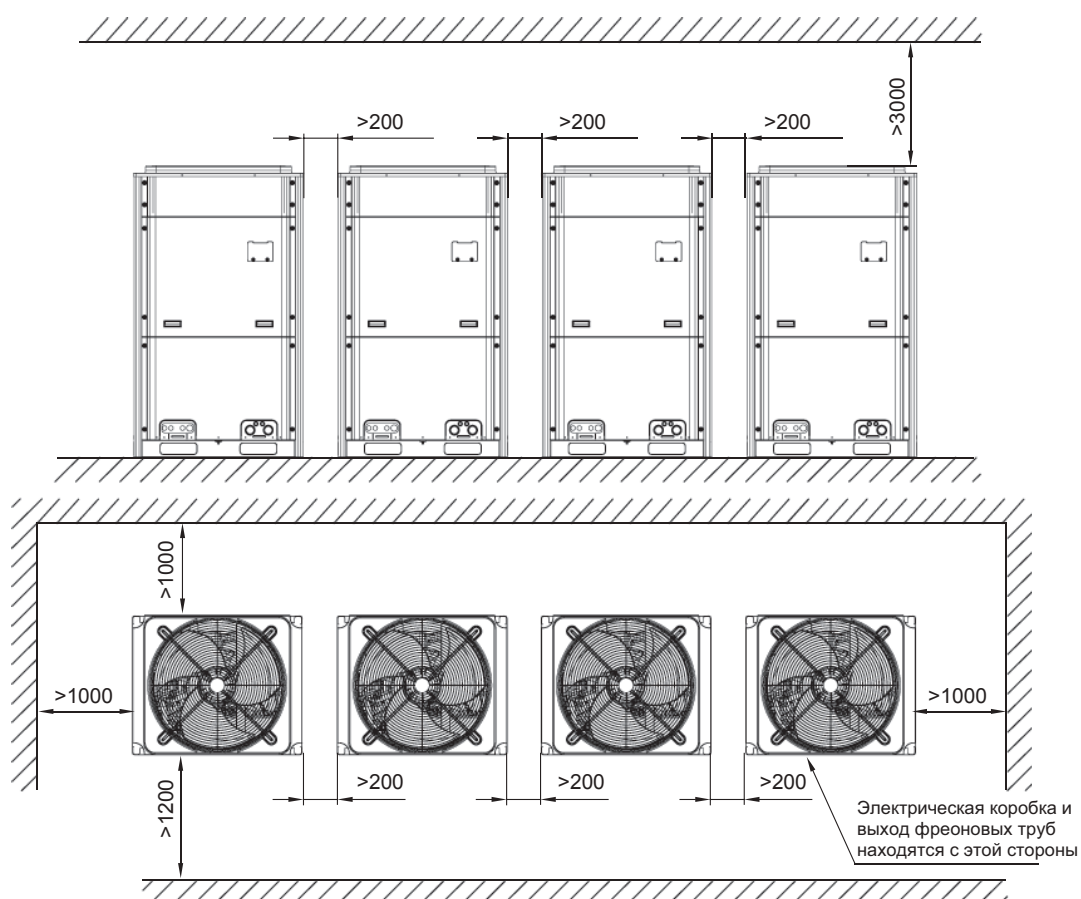

Рис. 11.4.
11.1.7. Требования по размещению наружных блоков при модульной компоновке согласно рис. 11.4.